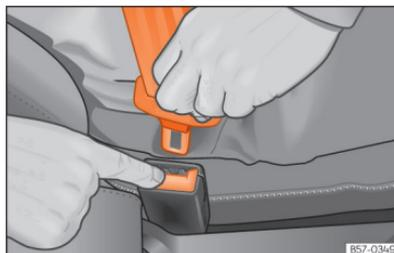

Fig. 24 Soltar a lingueta do fecho do cinto.
- Pressione o botão vermelho do fecho »» **Fig. 24.** A lingueta saltará do fecho.